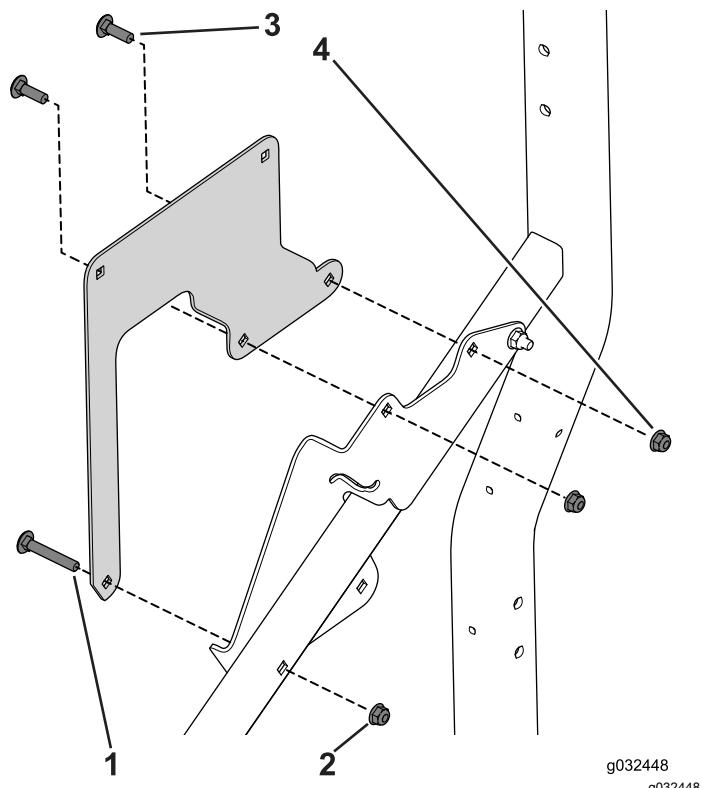

Figure 33
- Fixez le support au cadre à l'aide des 3 boulons de carrosserie (5/16" x 1"), (5/16" x 1"), et des 3 écrous à embase (Figure 33).